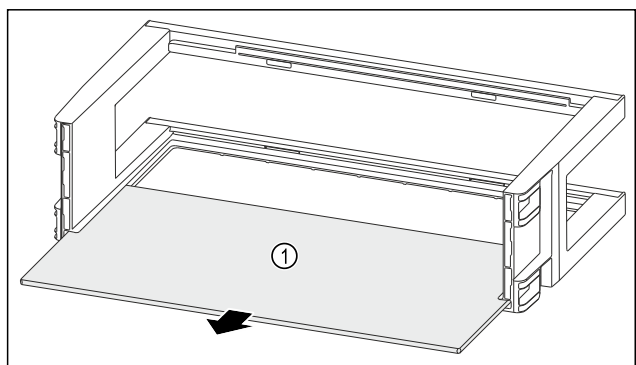

Fig. 130
- Izvadite policu Fig. 130 (1).